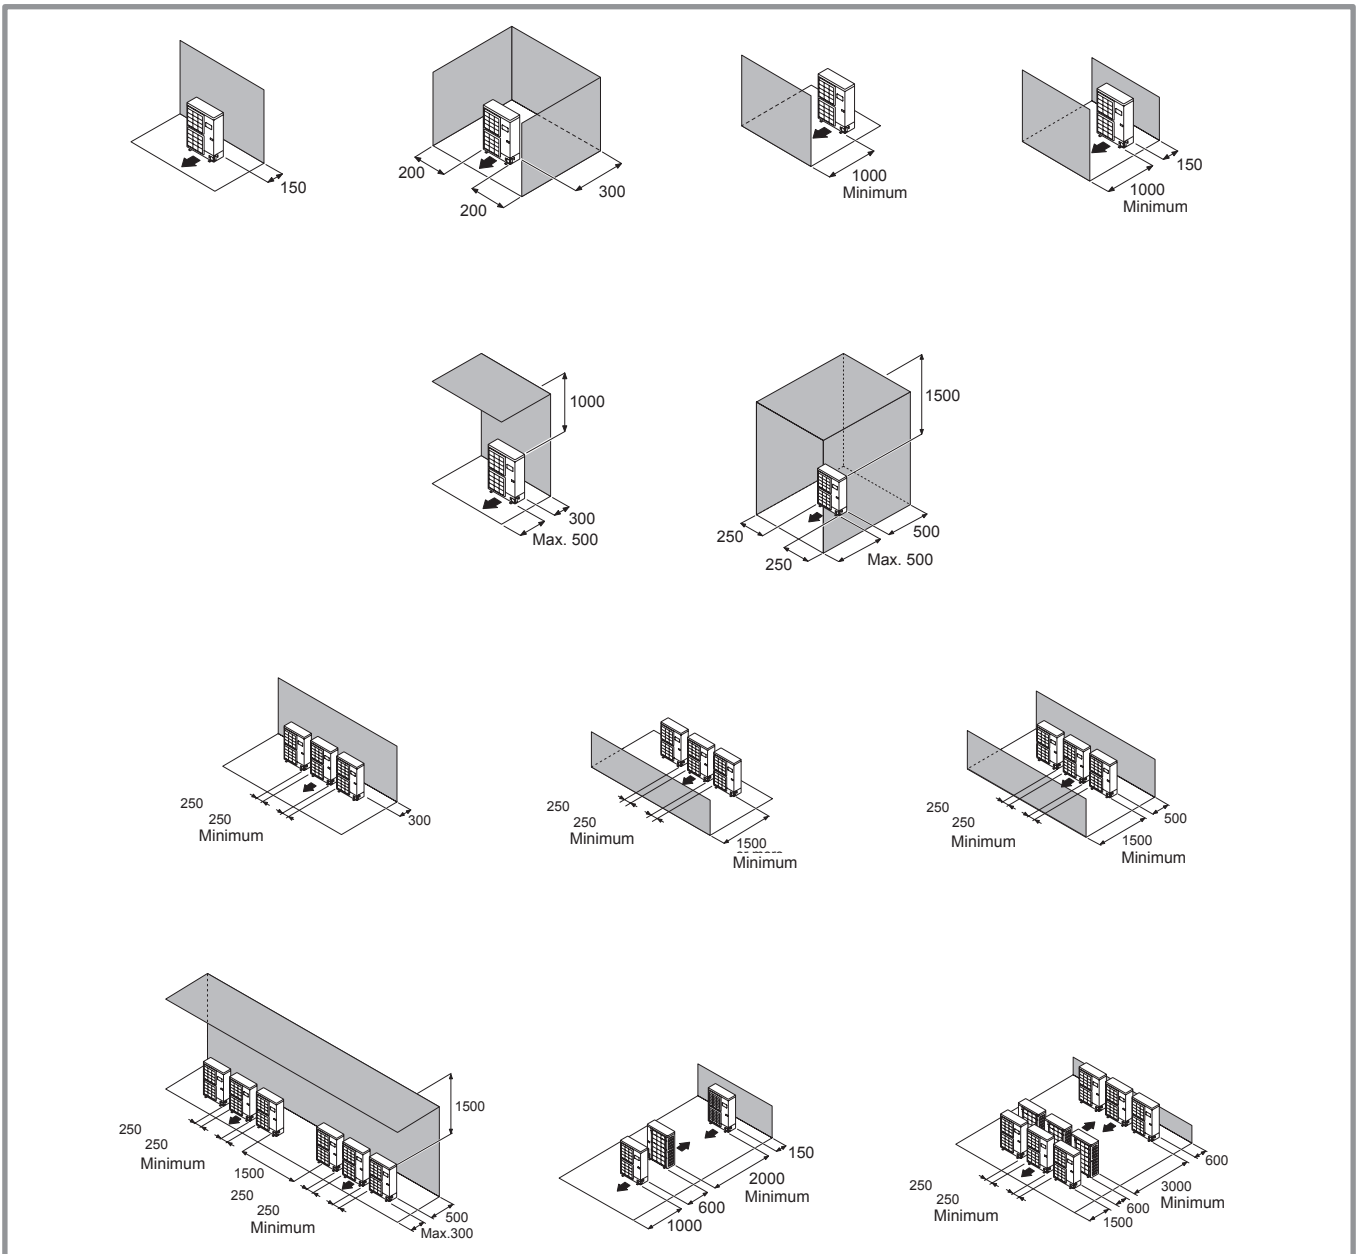

Abbildung 11 - Installationsmindestfreiräume um die Außeneinheit
☞ Die Außeneinheit darf nur im Freien installiert werden. Wenn ein Unterstand erforderlich ist, muss er große Öffnungen auf allen 4 Seiten besitzen und die Installationsfreiräume gestatten (Abbildung 11).
- Die Einheit muss für Installations- und spätere Wartungsarbeiten perfekt zugänglich sein (Abbildung 11).
- Die Luftzirkulation durch den Verdampfer und am Ventilatorausgang darf durch nichts behindert werden (Abbildung 11).